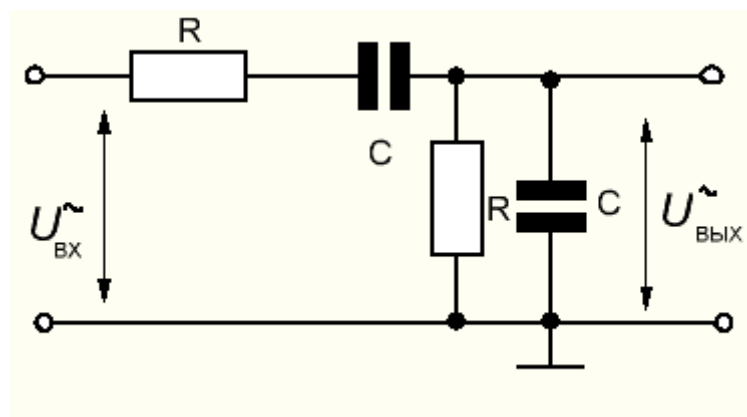

Рис. 2.14
- Соберите цепь для Моста Вина, представленную на рис. 2.14.  $R = 1 \text{ кОм}$ ,  $C = 0,1 \text{ мкФ}$ . Первый канал осциллографа подключается для измерения входного напряжения, второй канал подключается для измерения выходного сигнала.